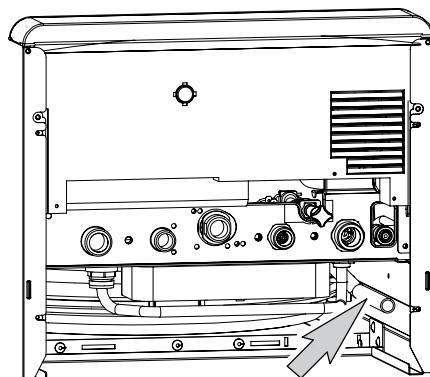

рис. 5.4
- Присоедините трубку от предохранительного клапана к канализационной трубе для безопасного слива воды рис. 5.4.